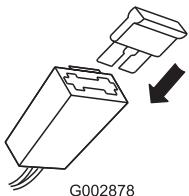

Figura 28
2. Introduzca el fusible en el portafusibles (Figura 28).